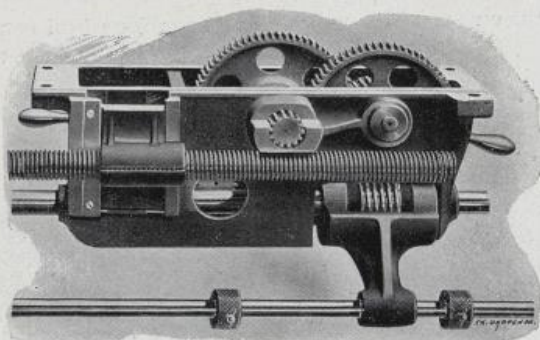

FIG. 158.
**Tablier** (fig. 158, page 64). Il est à double paroi afin que les axes n'aient aucun porte à faux. Pour le filetage de précision, on peut débrayer toutes les roues du tablier et supprimer ainsi la réaction que leur rotation pourrait provoquer.